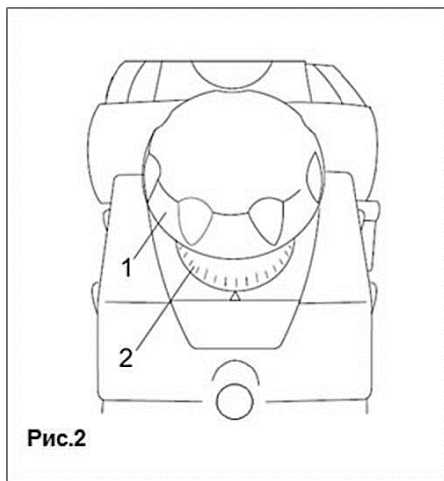

Рис.2
- Поворачивайте ручку регулятора глубины строгания (1) для выбора нужного значения глубины.
- Один оборот диска указателя (2) дает максимальную глубину строгания 3 мм.
- Одно деление диска соответствует изменению глубины на 0,1 мм. (Рис.2)